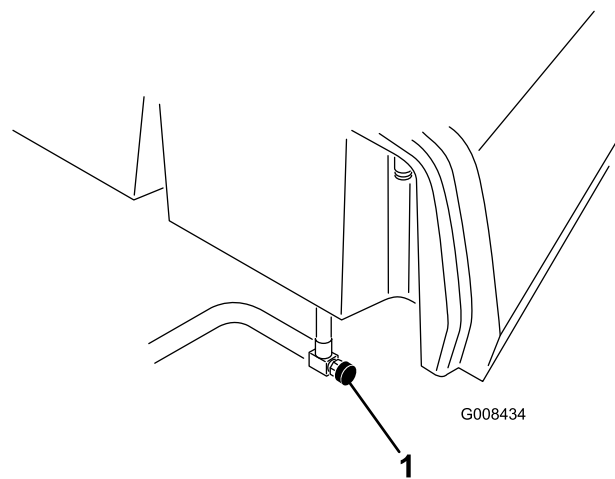

Bild 38
1. Schließen Sie den Kraftstoffhahn (Bild 38) unter dem Kraftstofftank.